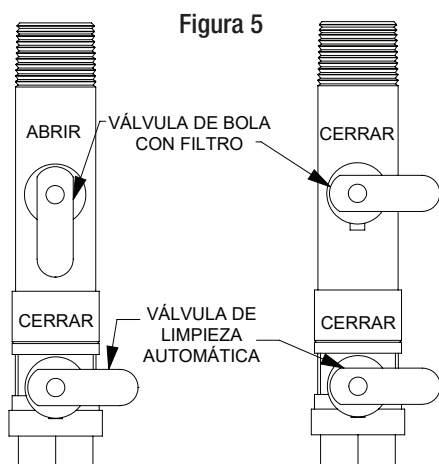

Figura 5
- Abra la válvula de bola con filtro (consulte la figura 5).
- Ajuste las perillas "time off" (tiempo de apagado) y "time on" (tiempo de encendido) parte delantera del conjunto de drenaje automático electrónico (B) (consulte la sección Ajuste del tiempo).